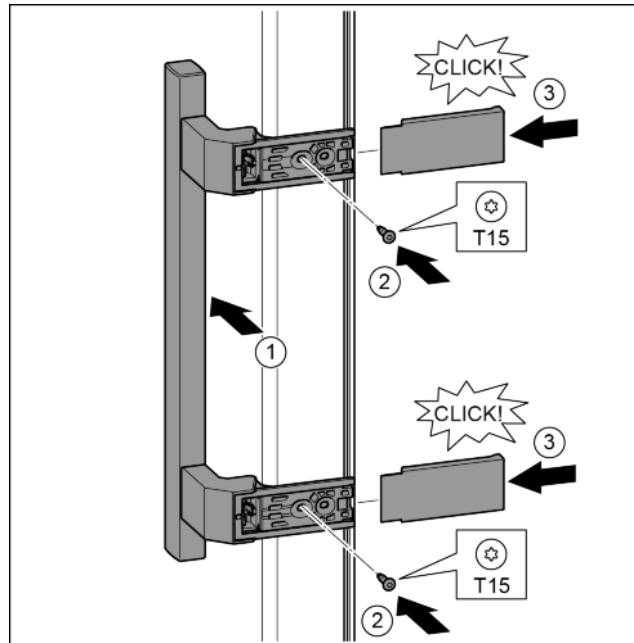

Fig. 36
- Установить ручку на противоположной стороне. Fig. 36 (1)
- Затянуть винты отверткой T15. Fig. 36 (2)
- Установить крышки сбоку и надвинуть. Fig. 36 (3)